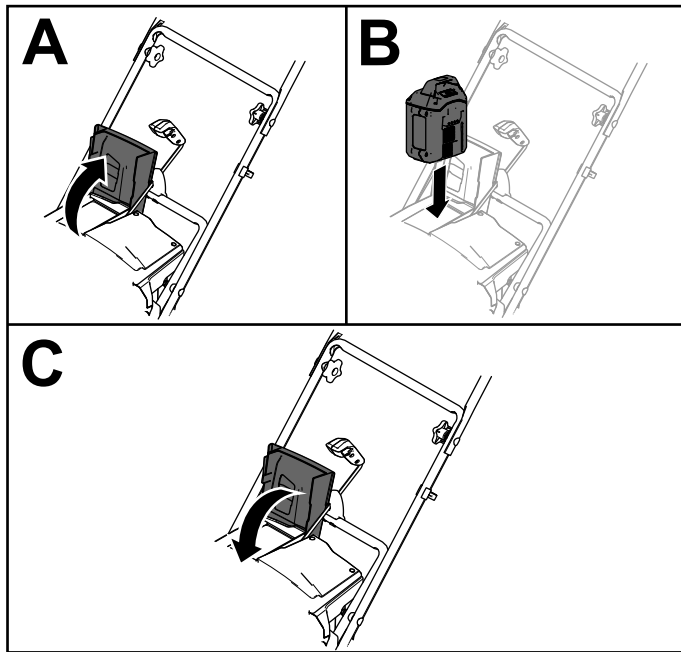

Bild 10
2. Heben Sie den Akkufachdeckel (A in Bild 10) an.
3. Richten Sie die Einbuchtung im Akkupack mit dem Zapfen an der Maschine aus und schieben Sie das Akkupack in das Fach, bis es einrastet (B in Bild 10).
4. Schließen Sie den Akkufachdeckel (C in Bild 10).